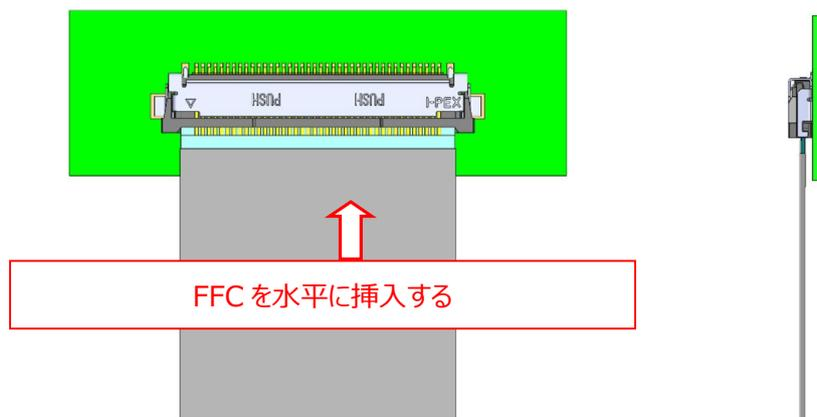

図. 3-3 FFC 挿入方法 2
② 図 3-3 の様に、FFC を水平に挿入していき、奥までしっかり挿入する。